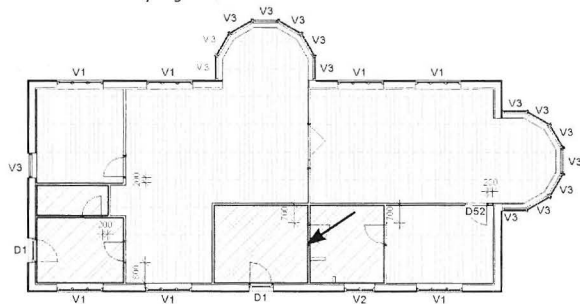

Fig. 08.39. Rediger klinkgulvet.
- Marker gulvet der skal gå ind igennem døren i døråbningen (Fig. 08.39).
- *Zoom* ind et sted hvor gulvet skal være gennemgående fx. som vist på Fig. 08.39.